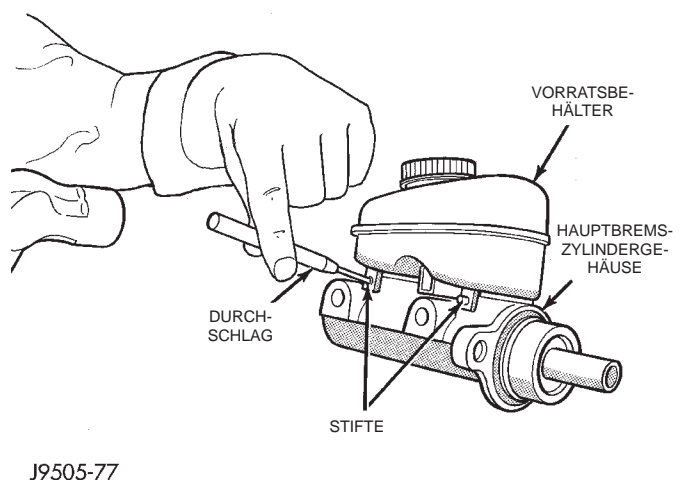

Abb. 41 Befestigungsstifte am Vorratsbehälter
- (1) Den Behälterdeckel abnehmen und die Bremsflüssigkeit in einen Auffangbehälter ablassen.
- (2) Die Stifte zur Befestigung des Vorratsbehälters auf dem Hauptbremszylinder mit einem Hammer und einem dünnen Durchschlag herausklopfen (Abb. 41).